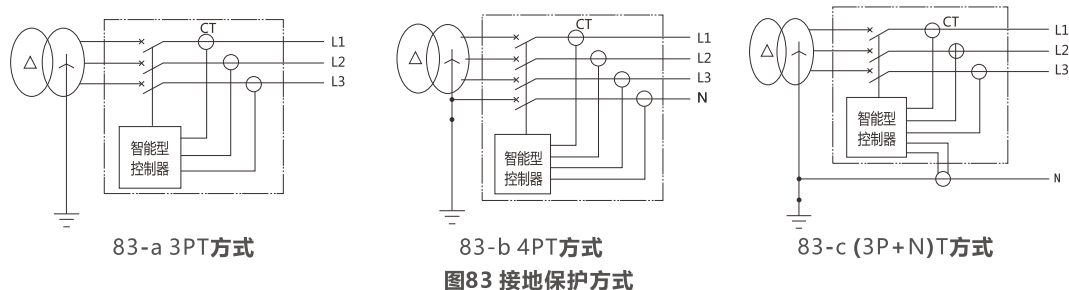

图83 接地保护方式
- 三相三线制中选用三极断路器不外加互感器，接地故障信号只取三相电流的矢量和，保护特性为定时限。（见图83-a 3PT方式）
- 三相四线制中选用四极断路器不外加互感器，接地故障信号只取三相电流及N及电流的矢量和，保护特性为定时限保护。（见图83-b 4PT方式）
- 三相四线制中选用三极断路器，外接中性极N电流互感器作接地保护用，接地故障信号取三相电流及N极电流的矢量和，保护特性为定时限保护。（见图83-c (3P+N)T方式）